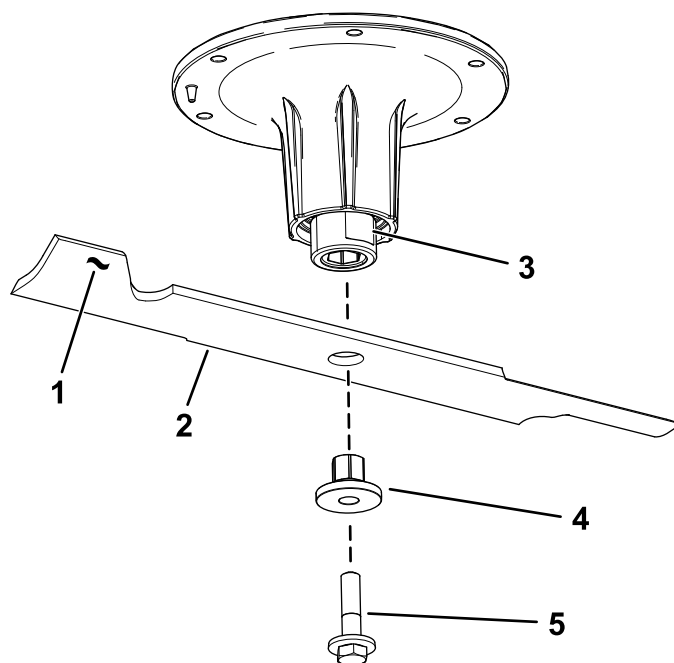

Figura 3
2. Retire el perno de la cuchilla, el casquillo y la cuchilla del eje (Figura 3).